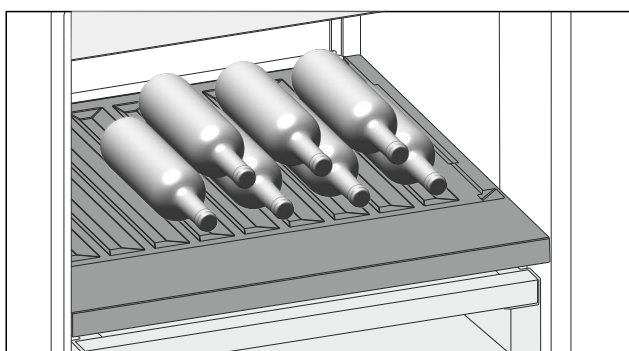

Fig. 219 Ilustrativni primjer
- Stavite boce s dnom prema stražnjoj stijenci hladnjaka. (pogledajte Fig. 219)